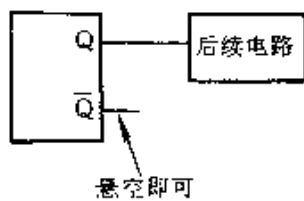

图 3-44
① 对于多余的输出端,一般将其悬空即可,如图 3-44 所示。